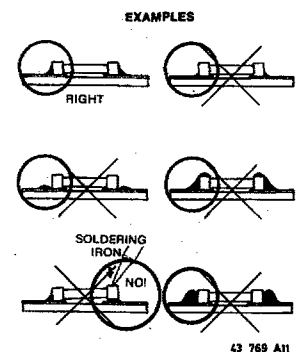

Fig. 8.3
- g. La cantidad de estaño utilizado en la soldadura debe estar en relación con el tamaño de la superficie en que se suelda. Si utiliza demasiado estaño, el SMD puede agrietarse o las superficies de soldadura pueden desprenderse de la placa impresa (ver Fig. 8.3).